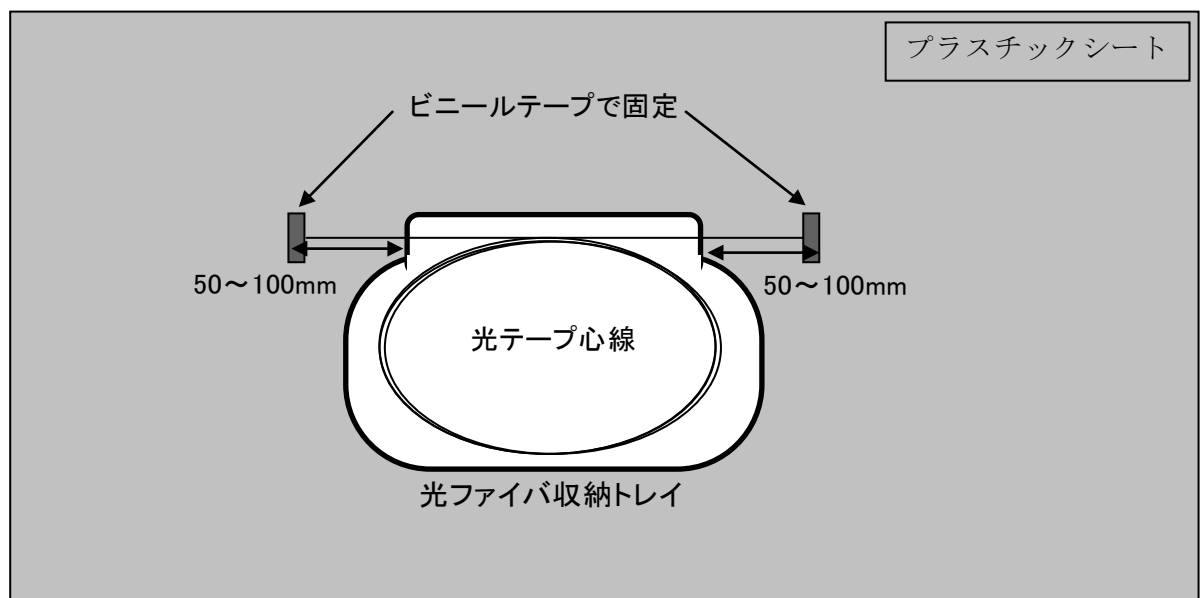

図 1 光ケーブル配線施工作業課題
(1) 図 1 を参考にして、支給されたプラスチックシート上に光ファイバ収納トレイの上部端から 50-100mm のところで、支給された長さの光テープ心線の両端をビニールテープで固定する。(この固定作業は、試験開始前に行うこと)